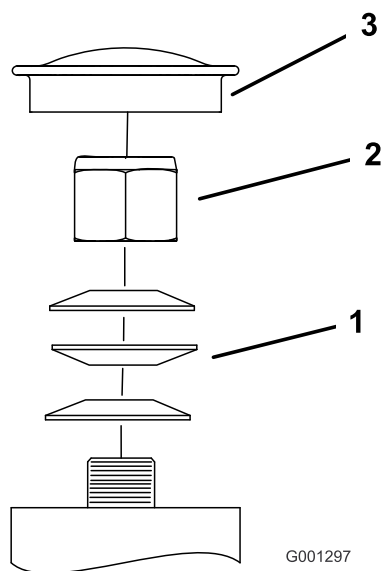

Figure 53
3. Retirez le capuchon antipoussière de la roue pivotante et serrez le contre-écrou (Figure 53).
4. Continuez de serrer le contre-écrou jusqu'à ce que les rondelles élastiques soient aplaties, puis desserrez-le de 1/4 de tour pour obtenir la précharge correcte des roulements (Figure 53).
**Important:** Veillez à placer les rondelles comme illustré (Figure 53).
5. Remettez le capuchon antipoussière en place (Figure 53).